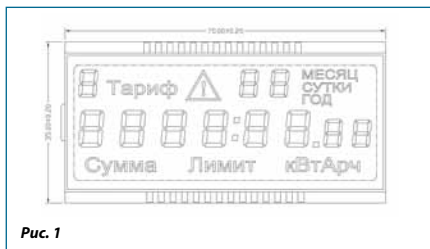

Рис. 1
- сегментные индикаторы — в видимой области расположены группы семисегментных «восьмерок», специальных символов (пиктограмм) и пр. (рис. 1, 2). Информация отображается путем включения необходимых сегментов и их групп;
В видимой области сегментных индикаторов расположены группы сегментов (например, группы семисегментных «восьмерок»), специальных символов (пиктограммы) и пр. (рис. 1, 2). Количество сегментов, как правило, не превышает 200–300. В зависимости от количества сегментов и возможностей микроконтроллера выбирается один из двух типов